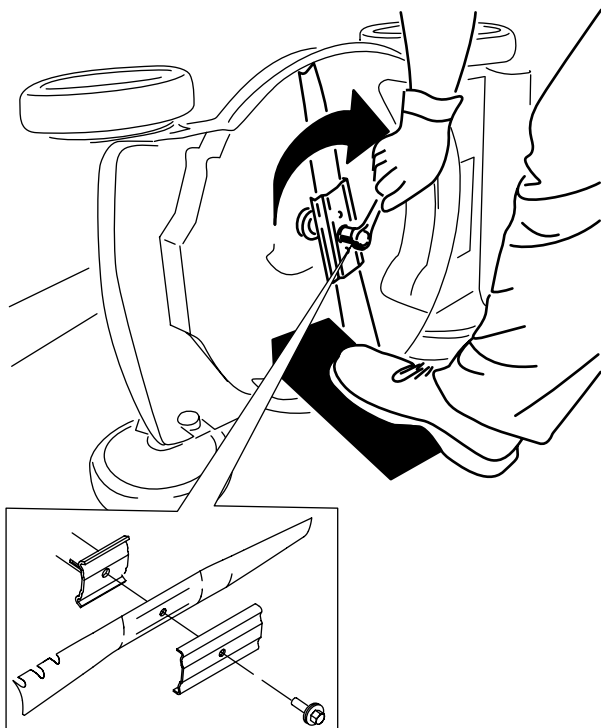

Bild 25
5. Setzen Sie das neue Messer und alle Schrauben auf (Bild 25).